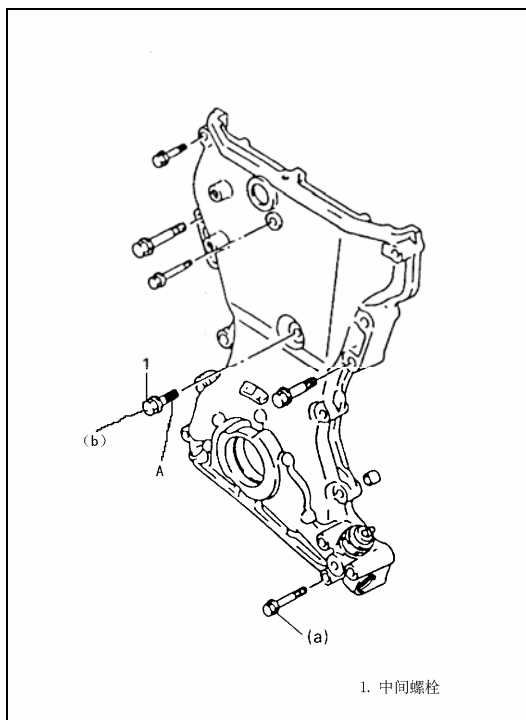

Рис. 4-34.
2). Нанести слой моторного масла на контактную поверхность сальника в сборе кожуха цепного привода синхронизации. Затем установить кожух цепного привода синхронизации в сборе. Смотри Рис. 4-34, закрутить винты до момента затяжки, указанного в спецификации.